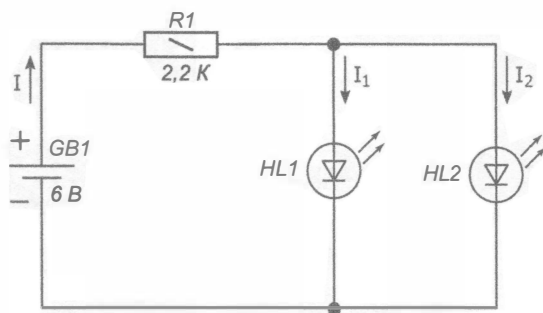
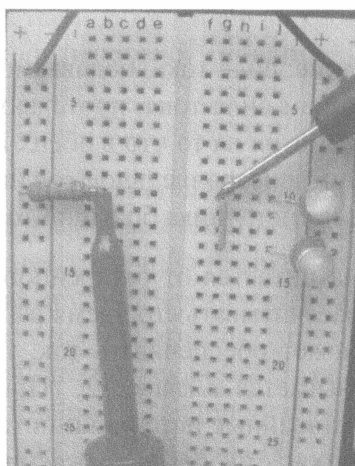

Рис. 4.3. Светодиоды зачастую соединяются в параллельные цепи; поэтому, если какой-либо из них выйдет из строя, остальные будут продолжать светиться
Рис. 4.5. Измерьте ток, проходящий через резистор
Указанная выше проблема, связанная с прекращением работы всех компонентов в последовательной цепи при выходе из строя единственного компонента, решается довольно просто. Для этого достаточно соединить все компоненты параллельно, например так, как показано на рис. 4.3. При использовании
Параллельная схема, показанная на рис. 4.3, работает следующим образом. Ток начинает свой путь от положительной клеммы источника питания GB1 и в точке соединения параллельных веток цепи разделяется. В результате каждый светодиод получает свою порцию тока, обеспечиваемого источником питания. Ток, проходящий через светодиод HL1, не проходит через светодиод HL2. Поэтому, если все 200 светодиодов, задействованных на вывеске вашего ресторана, будут соединены параллельно и один из них выйдет из строя, оставшиеся 199 светодиодов будут продолжать светиться.
- » **Ток через резистор (I).** Разорвите цепь между резистором и двумя светодиодами и поместите в разрыв цепи щупы мультиметра, замкнув ее таким образом (рис. 4.5). Поскольку вы включили мультиметр последовательно с резистором, прибор будет измерять ток, проходящий через резистор. Этот ток обозначен через I (см. рис. 4.3).
- » **Ток через светодиод *HL1* (I_1).** Уберите мультиметр и восстановите соединение резистора со светодиодами. Затем отсоедините положительный вывод светодиода *HL1* от резистора. Подключите щупы мультиметра к схеме, как показано на рис. 4.6, *слева*. Поскольку вы включили мультиметр последовательно со светодиодом *HL1*, прибор будет измерять ток, проходящий через этот светодиод. Этот ток обозначен через I_1 (см. рис. 4.3).
перемычку, чтобы отключить светодиод *HL2* от резистора, а затем подключила мультиметр в образовавшийся разрыв цепи.) Таким образом вы измерите ток, проходящий через светодиод *HL2*. Этот ток обозначен через I_2 (см. рис. 4.3).